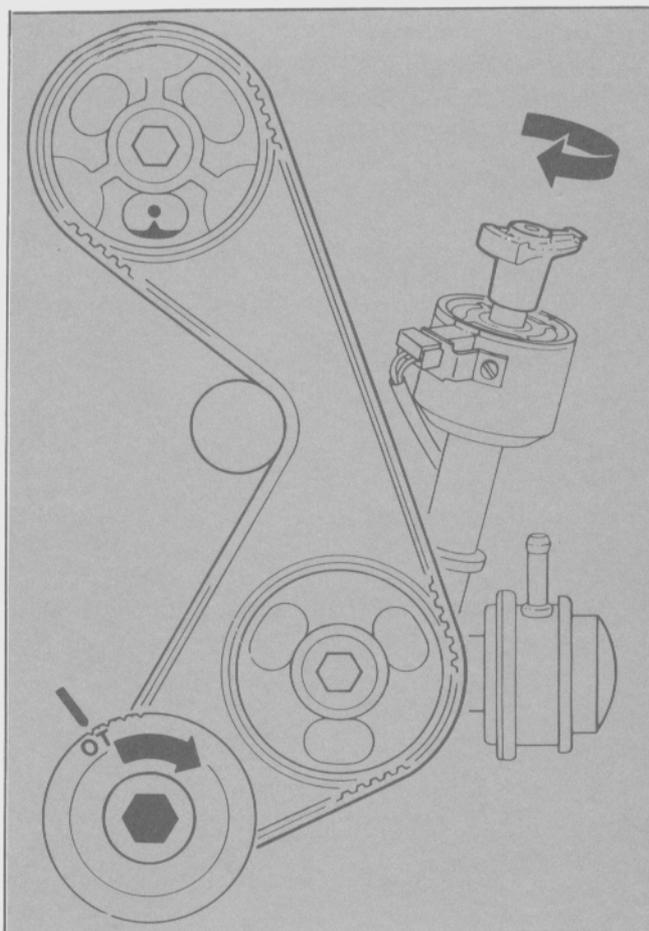

Fig. 112 - Pistón del cilindro N° 1 en P.M.S.
- Comprobar si el árbol de levas, el cigüeñal y el rotor del distribuidor están alineados con la marca del P.M.S. del cilindro N° 1 (Fig. 112).